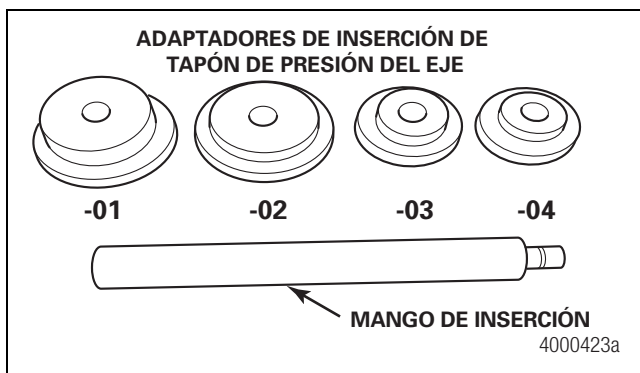

Figura 2.15
10. Elija el adaptador de inserción del tapón de presión del eje correcto; para ello escoja el fabricante y el modelo del eje correspondientes a los adaptadores de inserción del tapón de presión del eje. Consulte la Sección 7. Figura 2.15. Los adaptadores de inserción de tapón de presión del eje de producción actual están identificados con un número estampado sobre la pieza. Algunos de los adaptadores más antiguos no venían marcados.